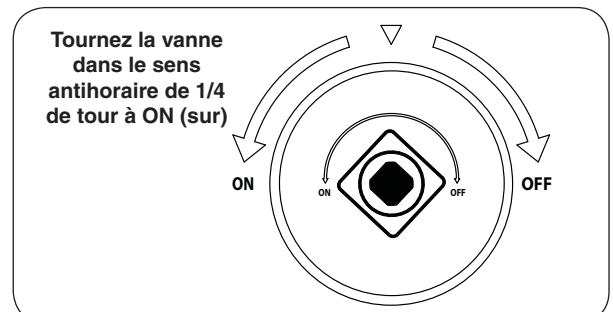

Fig. 42-2 SUR/ÉTEINDRE vanne clé détail
2. Tournez la SUR/ÉTEINDRE vanne clé de la hauteur dans le sens antihoraire de 1/4 de tour à la position **ON** (sur) (Fig. 42-2).